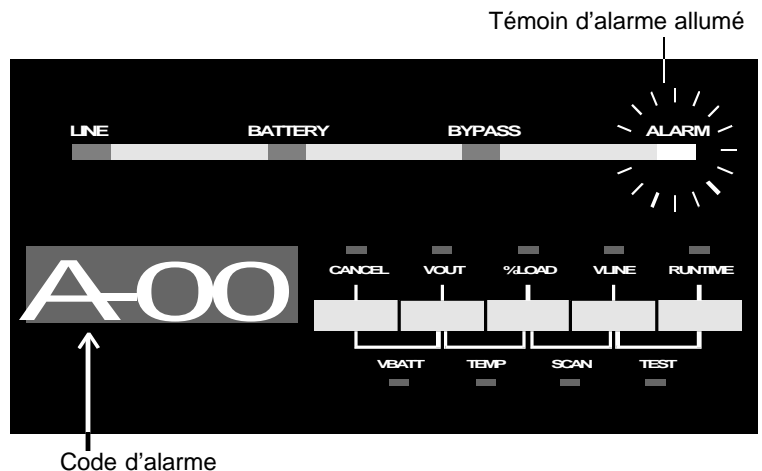

Figure 10
- un code d'alarme apparaît dans l'affichage à quatre chiffres (voir figure 10).